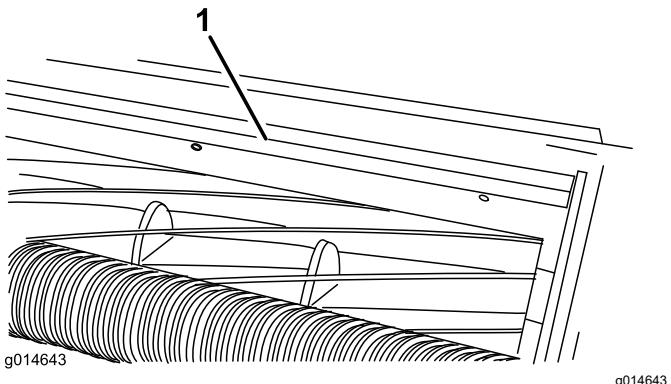

Figura 4
1. Afloje los pernos que fijan la barra superior (Figura 4) a la unidad de corte.